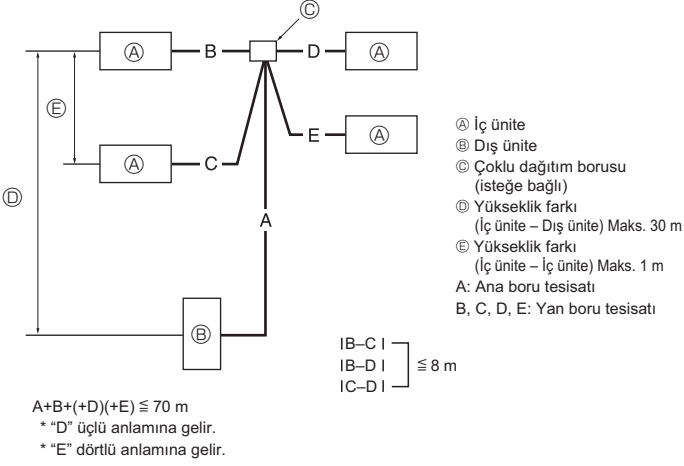

Fig. 4-9
4.7. Çiftli/üçlü/dörtlü kombinasyon için (Fig. 4-9)